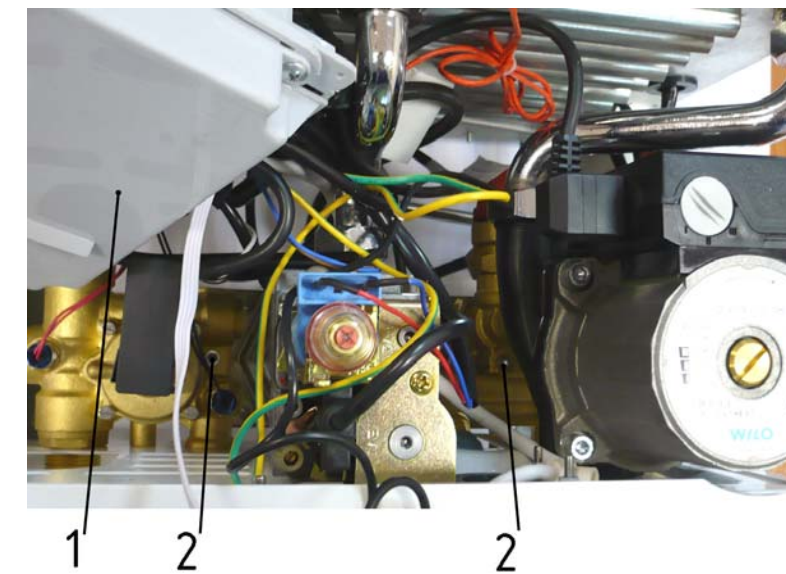

Рис. 13. Демонтаж первичного теплообменника
- ✓ отвернуть два винта крепления корпуса платы контроллера 1 (см. Рис. 13) и отклонить корпус влево - вверх;
- ✓ отвернуть два болта 2 (см. Рис. 13) (внутренний шестигранник S4) крепления теплообменника к корпусам узлов гидрогруппы;